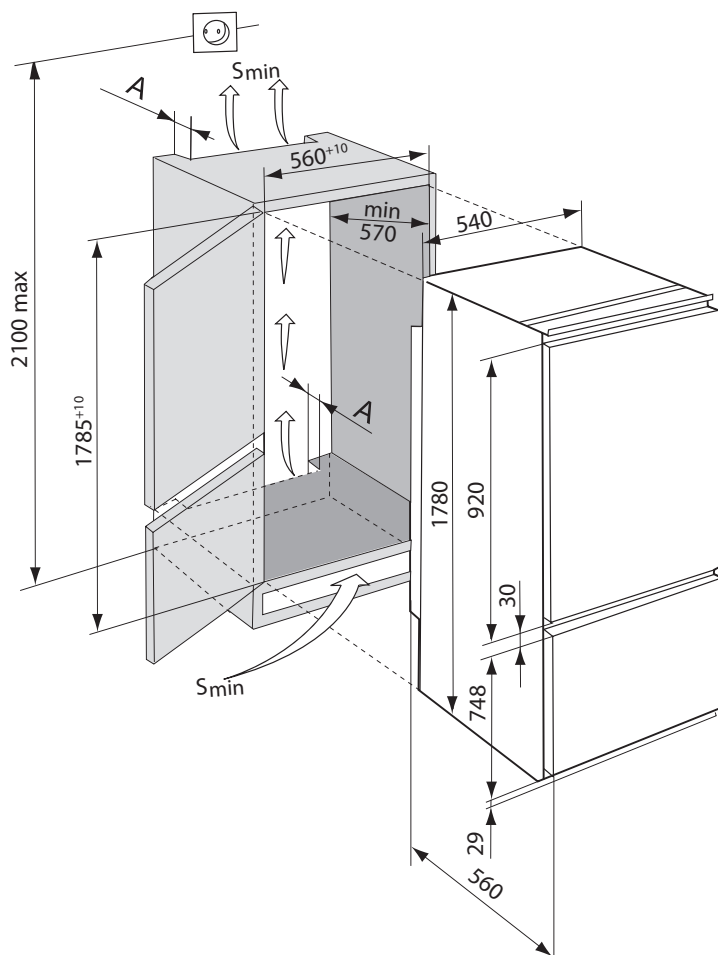

Figura 7 – Schema încorporării frigiderului în mobilier
2.1 Varianta de mobilier recomandată pentru încorporarea frigiderului este indicată în figura 7 (dimensiuni în mm).
ATENȚIE! Suprafața minimă (S_{min}) a canalelor de aer și deschizăturilor grilei decorative trebuie să fie nu mai mică de 200 cm^2 , și adâncimea deschizăturii A - nu mai mică de 50 mm , în conformitate cu figura 7.